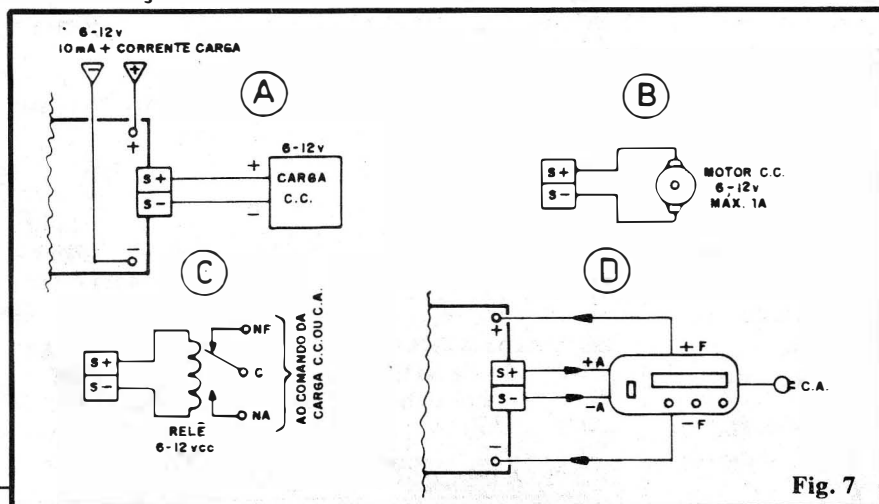

Fig. 7
A fig. 7 traz detalhes e exemplos diversos para as conexões de comando (CORFAC/carga) em seus aspectos e possibilidades gerais... Vamos ver tais exemplos individualmente:
- 7-B - Pequenos ou médios motores de C.C., cuja tensão de trabalho situa-se entre 6 e 12 volts, sob corrente máxima de 1A, podem ser acionados diretamente pelo CORFAC (a configuração de alimentação geral permanece conforme sugerida na fig. 7-A). Essa é uma carga típica existente em brinquedos, por exemplo... Enfim, o uso "mecânico" dado ao giro do motor fica por conta da imaginação e criatividade de cada um,